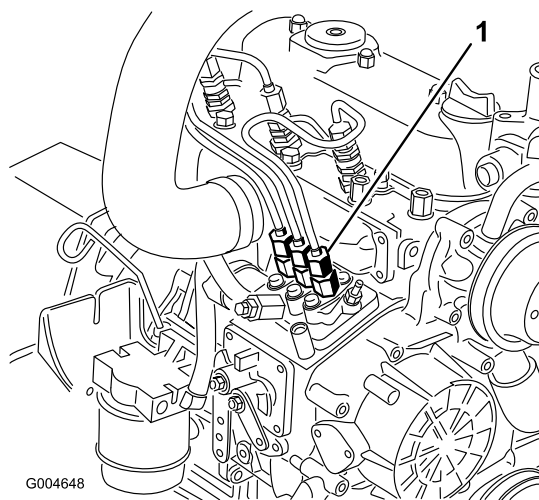

Figure 64
1. Placez un chiffon sous le raccord du tuyau allant de la pompe d'injection à l'injecteur N° 1 comme illustré à la Figure 64.